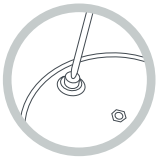

Fig.5a
1. Chimenea (23). Retire la tapa y la válvula giratoria. Compruebe desde el interior de la tapa que la chimenea esté completamente limpia. De lo contrario, límpiela con una varilla fina (Fig. 5a).